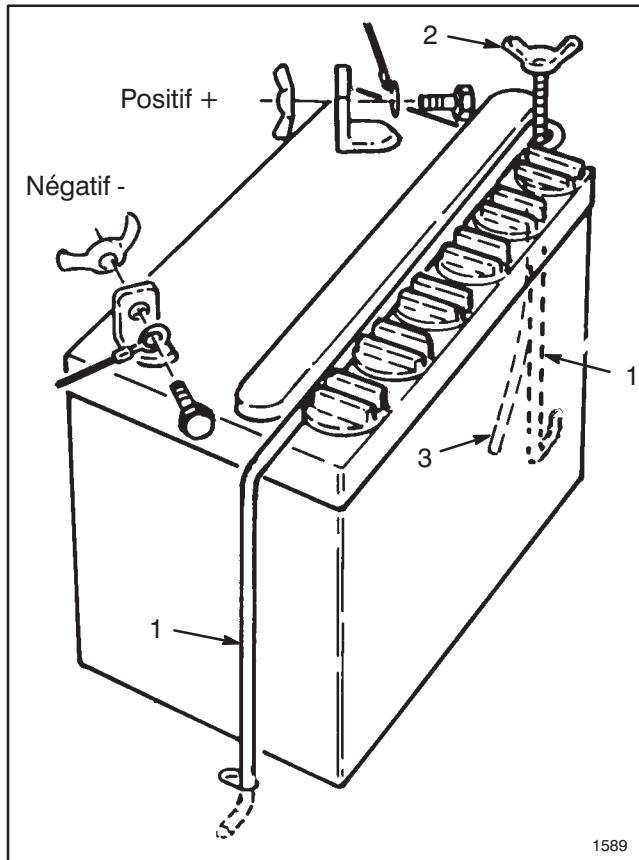

Figure 3
2. Retirer l'écrou papillon retenant les boulons de fixation au châssis de la machine (Fig. 3).
8. Réinstaller la batterie sur la machine, les bornes vers l'arrière, en faisant passer le tube d'aération par le trou du châssis (Fig. 3).
10. Reconnecter le câble positif (+) et le câble négatif (noir) à la borne négative (-) de la batterie et les fixer à l'aide des boulons et des écrous papillons (Fig. 3).